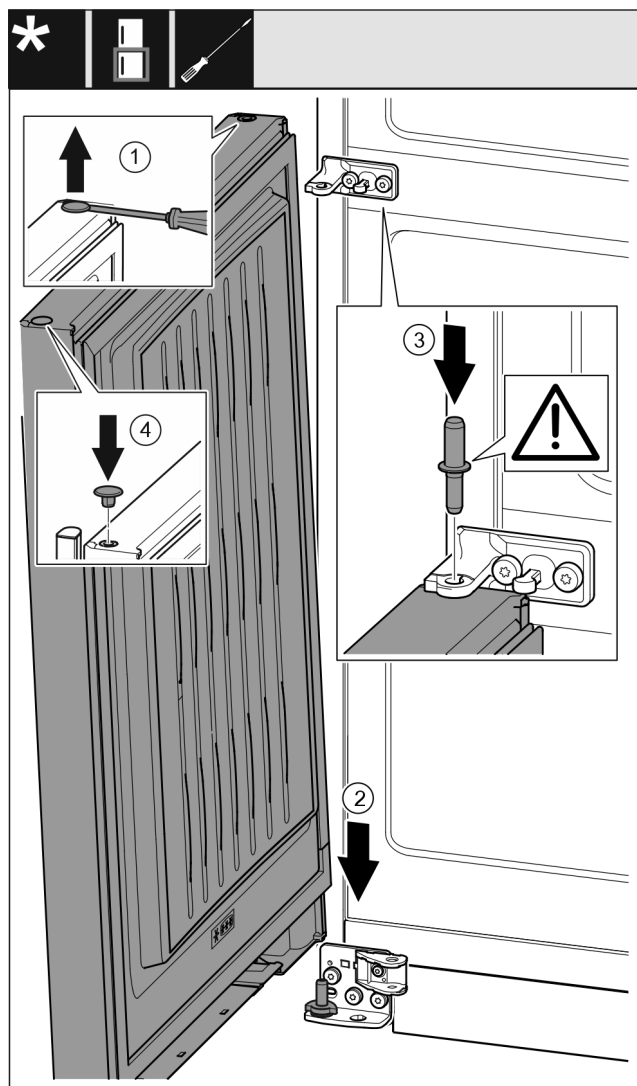

Fig. 56
- Zátku Fig. 56 (1) opatrně nadzvedněte plochým šroubovákem a vytáhněte.
- Dveře Fig. 56 (2) nasad'te shora na dolní ložiskový čep.
- Prostřední ložiskový čep Fig. 56 (3) vložte do dolních dveří přes prostřední stojan ložiska. Přitom dáváte pozor, aby zajišťovací vačka směřovala dozadu.
- Zátku Fig. 56 (4) opět vložte na druhé straně dveří.